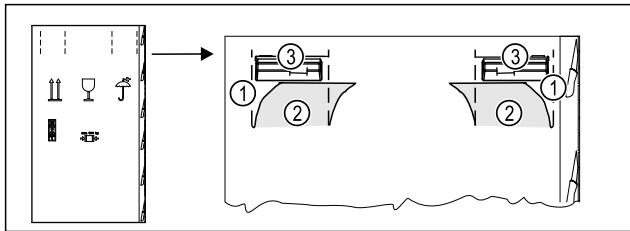

Fig. 3
- ▶ Πιέστε το χαρτόνι συσκευασίας επάνω στη διάτρηση Fig. 3 (1).
- ▶ Τραβήξτε έξω τα αυτάκια Fig. 3 (2) που έχετε πιέσει μέσα.
- ▶ Η λαβή μεταφοράς Fig. 3 (3) δεξιά και αριστερά είναι ορατή.
- ▶ Κρατήστε τη συσκευή από τις λαβές μεταφοράς Fig. 3 (3).